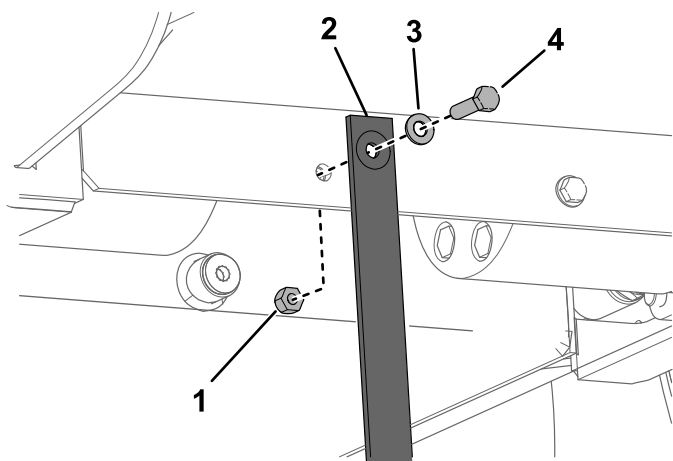

Figura 32
3. Sub platformă, înlocuieți cureaua statică, în modul prezentat în Figura 32.